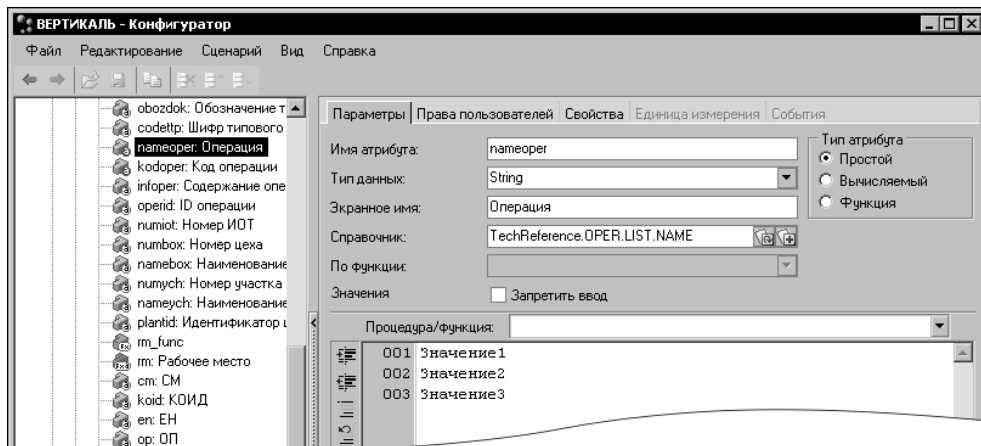

Рис. 17.2. Ввод параметров атрибута
3. На вкладке **Параметры** (рис. 17.2) укажите параметры атрибута:
- Если значения атрибута должны выбираться из конечного списка значений (так называемого *раскрывающегося списка*), то каждое значение этого списка должно быть представлено отдельной строкой в поле **Значения**. В примере рис. 17.2 подобный список представлен тремя возможными значениями: {Значение1, Значение2, Значение3}. Кроме того, чтобы запретить пользователю присваивать атрибуту значение, не включенное в список, установите маркер напротив опции **Запретить ввод**.
Для примера проанализируем параметры атрибута *nameoper* класса *operation*. Параметры атрибута показаны на рис. 17.2. Атрибут *nameoper* описывает свойство «Наименование операции» всех операций.
3. На вкладке **Параметры** (см. рис. 17.2 в подразделе 17.3.2) укажите следующие данные: